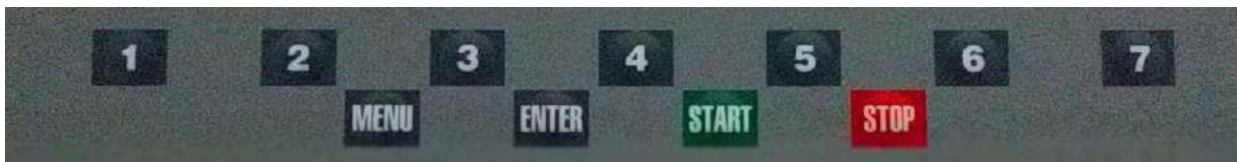

Рис. 8.1.
8.1. Данная модель СБ имеет клавиатуру, состоящую из 11 кнопок, расположенных в два ряда (рис. 8.1). Верхний ряд из семи кнопок пронумерован от 1 до 7. Они имеют разное функциональное назначение, которое указывается в каждый момент на изображении кнопок в нижней части экрана монитора. Четыре кнопки нижнего ряда имеют постоянное функциональное назначение: